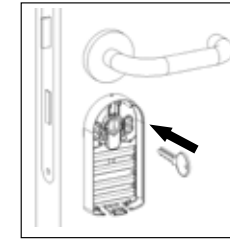

Abb. 1
- 7 Schieben Sie Ihren Schlüssel durch die Rückenschale in den Schließzylinder (Abb. 1).